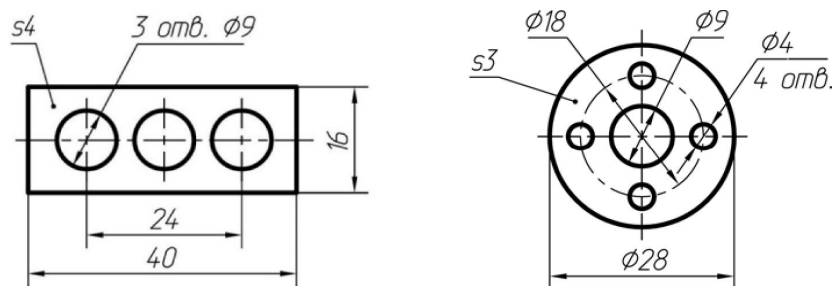

Рис. 75. Размеры одинаковых элементов
11. Размеры двух или более одинаковых элементов (например, отверстий) наносят один раз и пишут количество элементов (рис. 75).